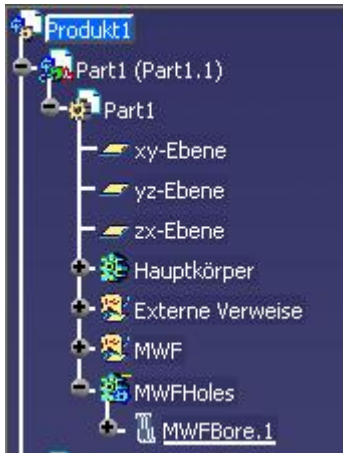

Abbildung 2.7.6: Bohrungen in neuem Körper
- alle in neuen Körper: die Bohrungen werden in einen separaten Körper platziert (siehe auch Beispiel in Abbildung 2.7.6)